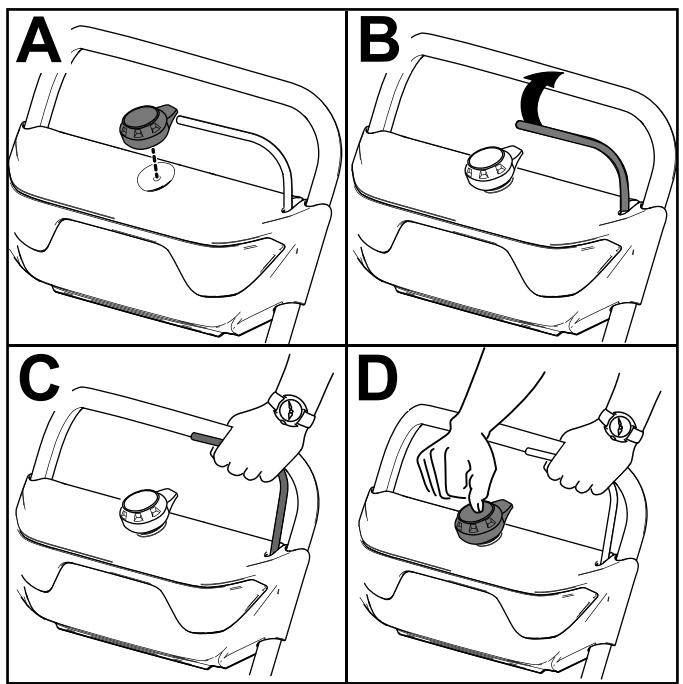

Рисунок 10
- Вставьте кнопку электрического запуска в электрический стартер (вид А на Рисунок 10).
- Прижмите штангу к рукоятке и удерживайте ее (вид В и С на Рисунок 10).
двигатель не запустится (вид D на Рисунок 10).